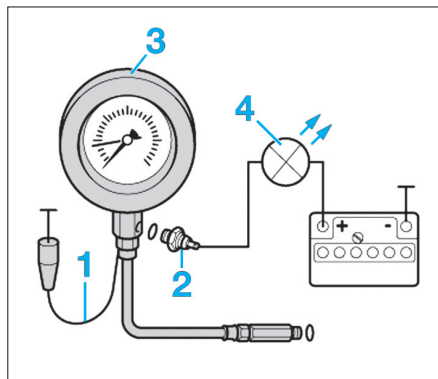

Fig. 23
- Raccorder le contrôleur de pression d'huile (3) ou l'outil [1] en lieu et place du contacteur de pression d'huile (2) (Fig.23).
- Visser le contacteur de pression d'huile (2) sur l'outil de contrôle de pression d'huile (3).
- Mettre le fil marron (1) du contrôleur de pression d'huile à la masse.
- Brancher une diode électroluminescente (4) au capteur de pression d'huile et sur la borne (+) de la batterie (Fig.23).